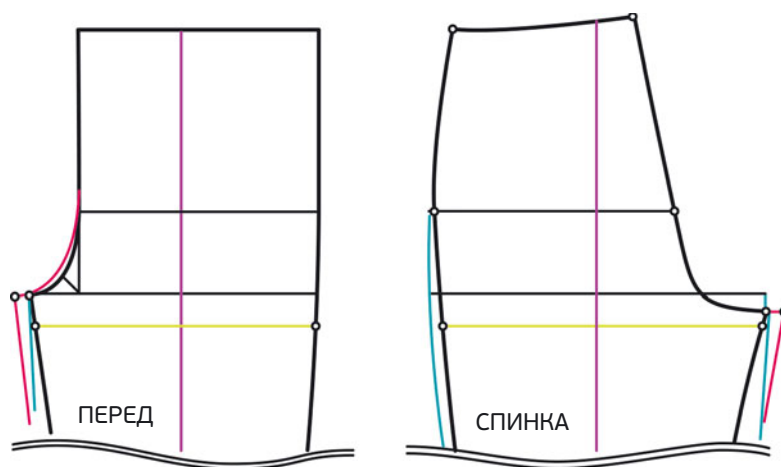

РИС. 1
2. Если мерка обхвата бедра значительно больше, чем на выкройке (3 см и больше), нужно увеличить ширину шага пропорционально на передней и задней деталях (рис. 1, красным цветом) и сильнее углубить изгиб средней линии, увеличивая значения биссектрисы.